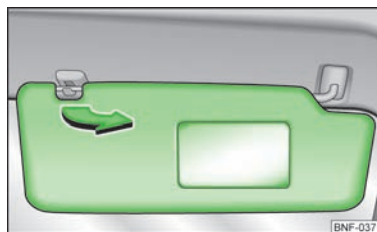

Fig. 28
- Puxe a pala de Sol para fora do suporte e vire-a em direcção à porta, no sentido da seta » Fig. 28.